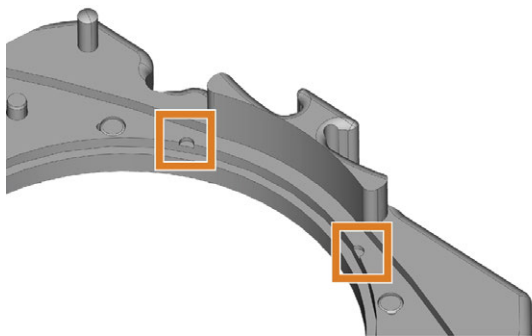

FIG. 34 REBAJES (MARCADOS EN NARANJA) QUE DEBEN QUEDAR ALINEADOS CON LAS MARCAS PARA UNA NUEVA FIJACIÓN MÁS SEGURA
- g. Si el disco se ha marcado para una nueva fijación, gire el disco hasta que la marca quede alineada con los rebajes correspondientes (marcado en naranja) del marco de pieza en bruto (↗ Fig. 34 abajo).